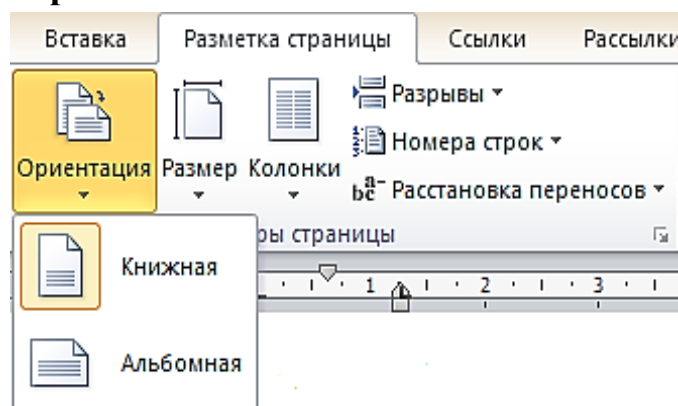

Рис. 89. Выбор ориентации страницы
1. Во вкладке **Разметка страницы** в группе **Параметры страницы** щелкнуть по кнопке **Ориентация** и в появившемся меню выбрать один из предлагаемых вариантов (рис. 89). При наличии разделов в документе выбранная ориентация будет установлена только для текущего раздела.